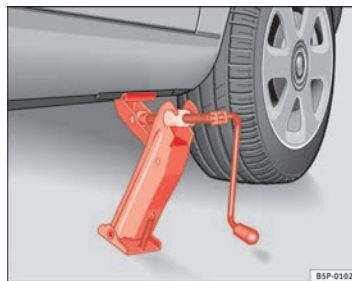

Fig. 158 Mise en place du cric
- Positionnez le cric de façon à ce que son crochet entoure le nerf du longeron inférieur et que la plaque mobile de sa base soit appuyée bien à plat sur le sol ⇒ page 263, fig. 158.